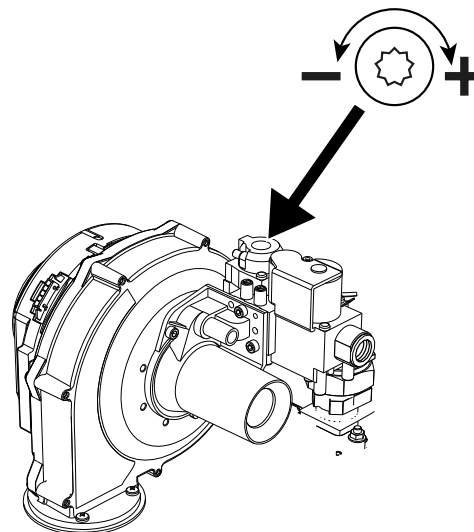

рис. 80- Винт регулировки минимального расхода OFFSET
- Если значения не соответствуют вышеуказанным, отрегулируйте CO₂ с помощью регулировочного винта OFFSET (см. рис. 80), приведя их к указанным величинам.